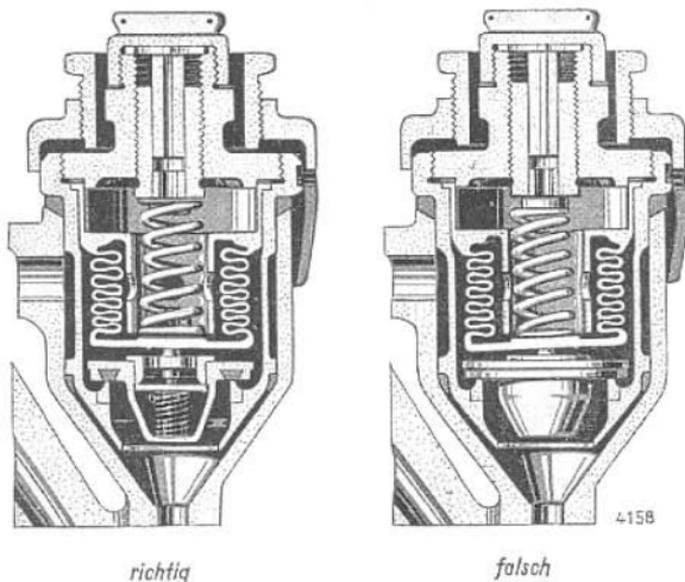

Abb. 59 Richtiges und falsches Einbauen der Reglerfeder
- 2) Reglerfeder: Um jede Störung der Reglerbelastung zu vermeiden, muß die Reglerfeder auf ihren Sitzen frei beweglich sein und darf nirgends die innere Wandung des Federrohres berühren (Abb. 59).